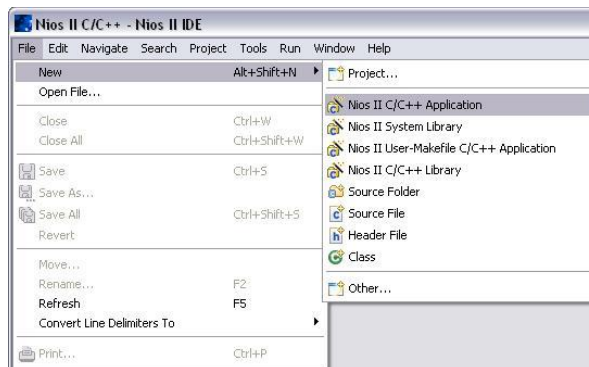

Figura D49 Selección del tipo de proyecto
2. En la barra de herramientas vamos a **File** luego, **New** y se elige la opción **Nios II C/C++ Application** Figura D49, esto nos indica que hemos elegido construir una aplicación basada en el lenguaje C/C++: